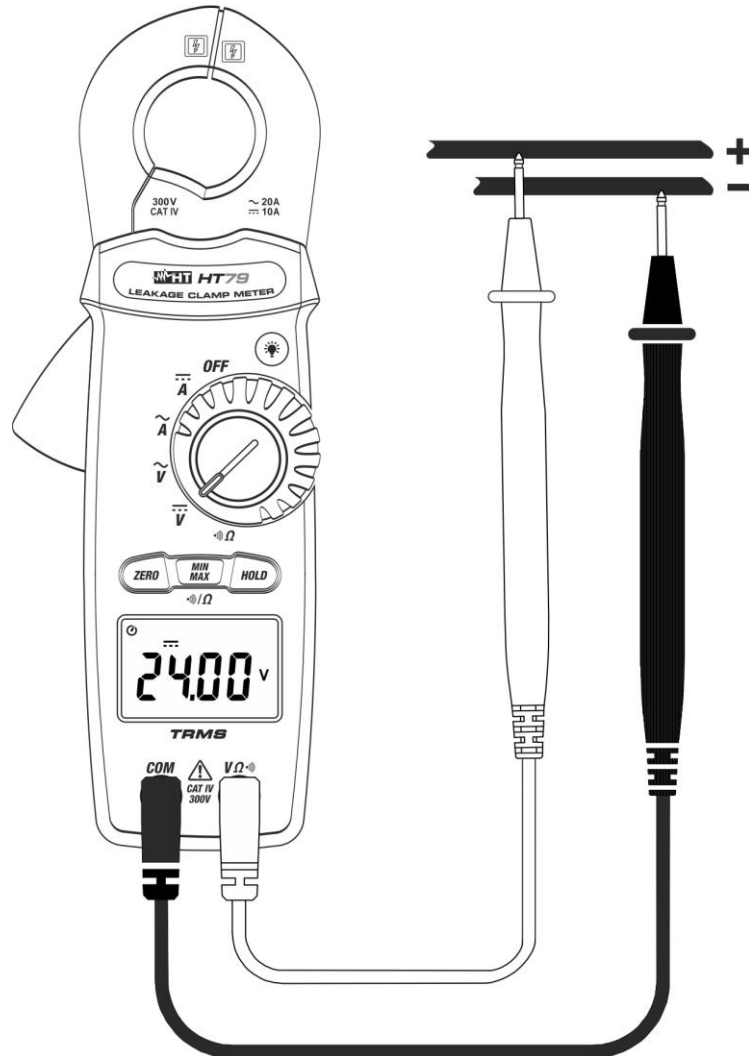

Fig. 4: Uso dello strumento per misura di Tensione DC
3. Posizionare i puntali nei punti desiderati del circuito in esame (vedere Fig. 4). Il valore della tensione è mostrato a display